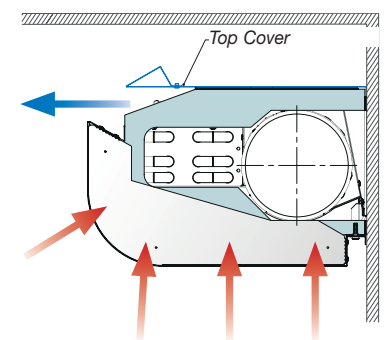

Abbildung 13. Plafond XD-FW Montage an der Wand, mit Abstand zur Decke (FW).
Notwendigkeit eines Top Cover (TC), welches Teil der Lieferung ist. Die Luftverteilung erfolgt horizontal entlang der Decke. Ob ein Coanda-Effekt aufrechterhalten wird, hängt vom statischen Düsendruck, Primärluftmenge, Lufttemperatur und Abstand zur Decke ab. Die FW-Installation erfordert eine obere Abdeckung, um die horizontale Luftverteilung zu sichern (Abbildung 13).